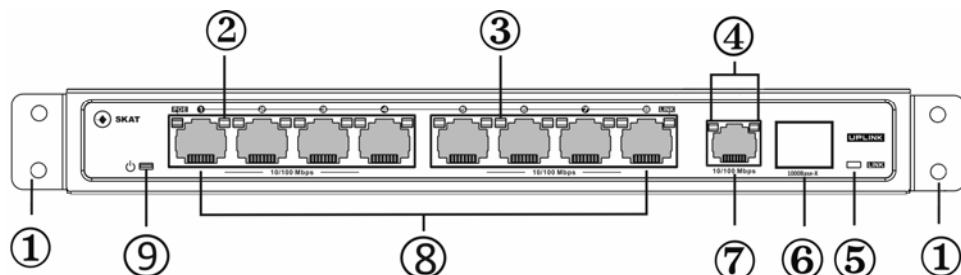

Рисунок 4 – передняя панель коммутатора
- Посредством сетевых кабелей UTP подключите IP-видеокамеры с питанием PoE к портам Ethernet (см. рисунок 4).
- Используйте порт Uplink для подключения к нему коммутатора, компьютера или IP-видеорегистратора сетевым кабелем UTP (см. рисунок 4).
- Используйте порт SFP для подключения к нему компьютера или IP-видеорегистратора по оптоволоконной линии (см. рисунок 4).
- Убедитесь в наличии питания на входе коммутатора - индикатор «Питание» (см. рисунок 4) должен светиться.